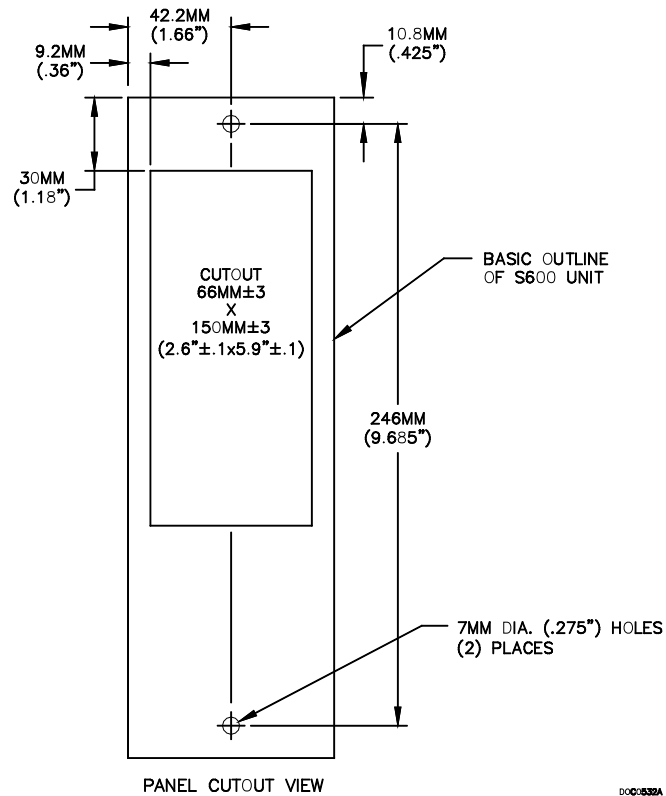

Abbildung 2-6. Bedienfeldausschnittabmessungen
2. In der *Abbildung 2-6* und *Tabelle 2-1* finden Sie Positionsdetails für zwei 7-mm-Löcher (0,276 in) und einen Ausschnitt. Der Bedienungsausschnitt sollte für jeden S600+ rechteckig sein. Lassen Sie auf jeder Achse eine Toleranz von ± 3 mm (0,12 in) zu.